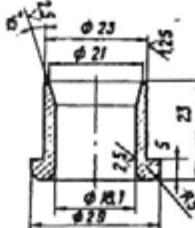

Рис. 211. Оправка для установки сальника вала сошки
4. Установите оправку 9487-1794 (рис. 211) в отверстие картера со стороны сальника вала сошки. Использование оправки предотвратит повреждение кромки сальника щипцами вала. Затем установите вал сошки с крышкой в сборе в картер, при этом оправка вытолкнется из картера щипцами концом вала.